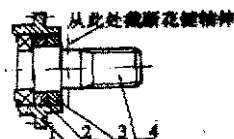

图 1 改进前进口泵花键轴伸端结构图
1. 如图 1、2、3 所示。加工一段连接轴,通过平键,使其一端与国产泵平键轴伸端连接。将进口泵的外花键轴伸端截下(图 1),然后与连接轴的另一端焊接,二者的同轴度公差值为 0.1,使其外花键与分动箱内齿轮的内花键相啮合,从而保证分动